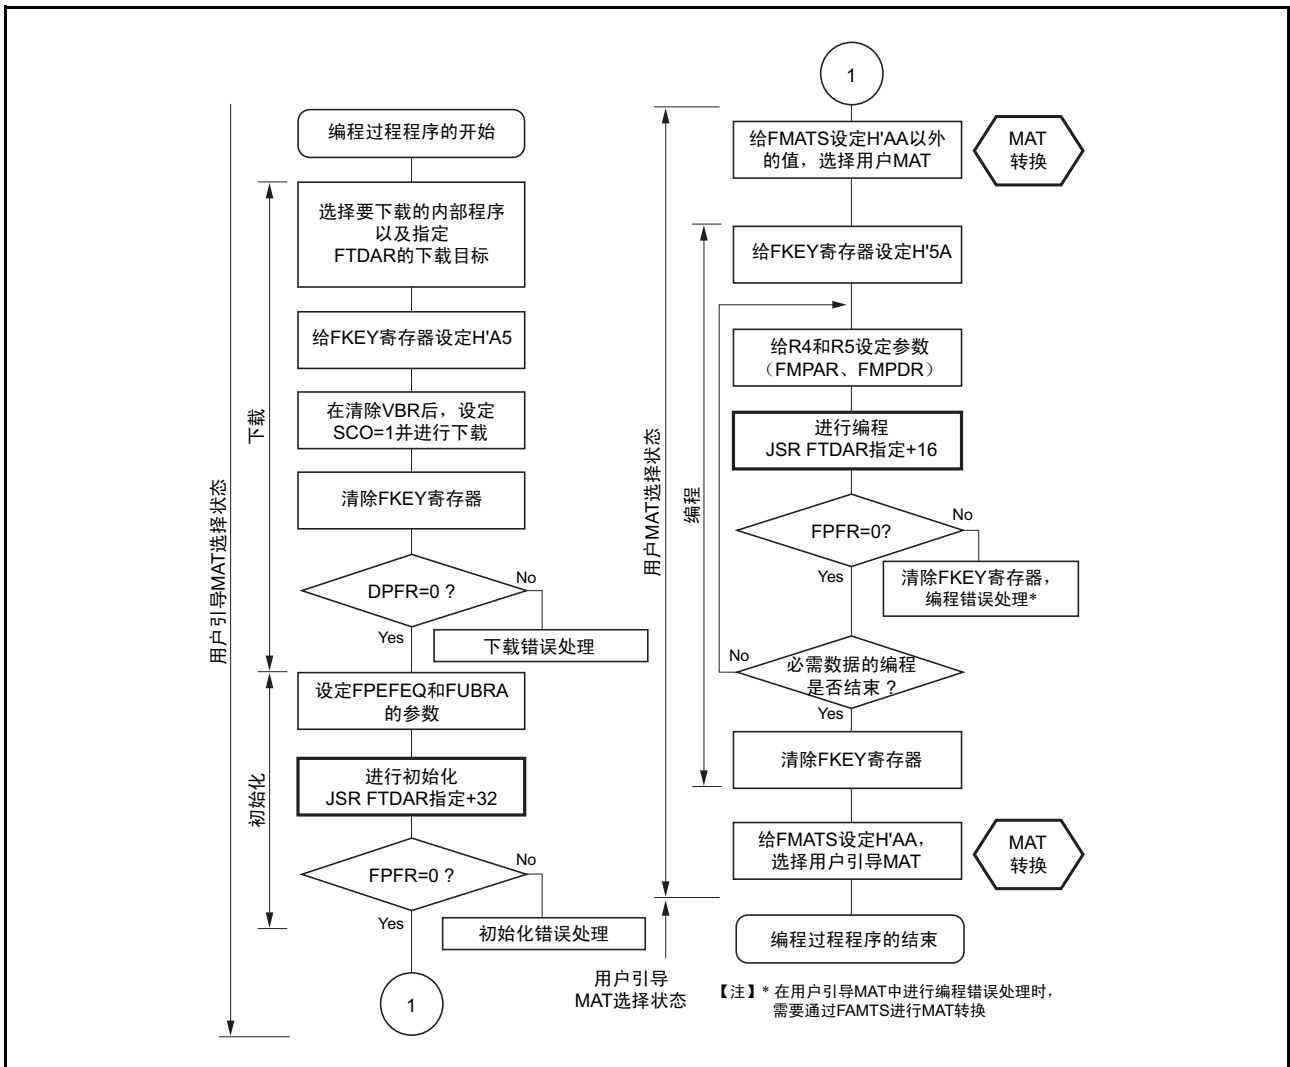

图 23.14 在用户引导模式中进行用户 MAT 编程的步骤
- 在用户引导模式中进行用户 MAT 编程的步骤如图 23.14 所示。
如图 23.14 所示，用户编程模式和用户引导模式的编程步骤的不同在于是否进行 MAT 转换。